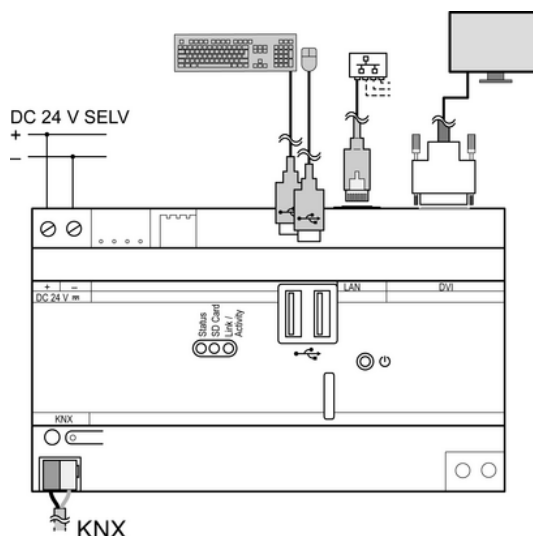

Figura 2: Ejemplo de conexión
- Conectar la alimentación de corriente, el teclado, el ratón, la línea de red, el monitor y el cable KNX según el ejemplo de conexión (figura 2).